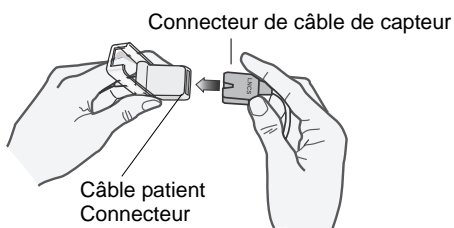

Figure 5
- Soulevez le cache en plastique transparent qui protège l'extrémité femelle du câble patient correspondant, puis introduisez le connecteur mâle du câble du capteur dans le connecteur du câble patient jusqu'à la butée (voir Figure 5).
6. Soulevez le cache en plastique transparent qui protège l'extrémité femelle du câble patient, puis introduisez le connecteur mâle du câble du capteur dans le connecteur du câble patient jusqu'à la butée (voir Figure 5).